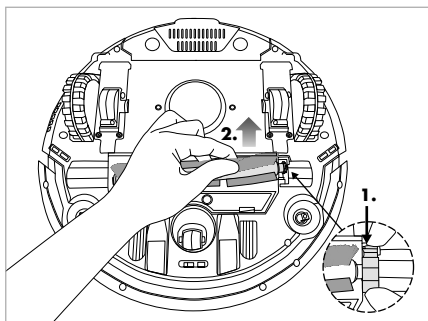
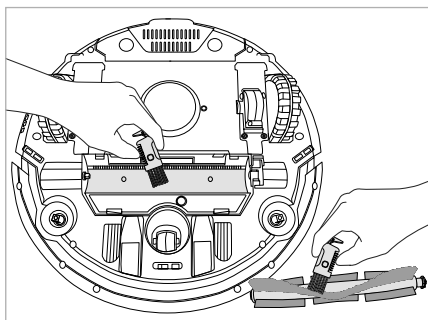

Fig. 16
Fig. 17
- 2) Retire el bloqueo del rodillo de cepillos **22**. Sostenga el rodillo de cepillos **31** por el lado derecho y retírelo del aparato (consulte la fig. 16). Elimine los cabellos y la suciedad con el cepillo de limpieza **11**. En caso necesario, limpie también el compartimento del rodillo de cepillos (consulte la fig. 17).